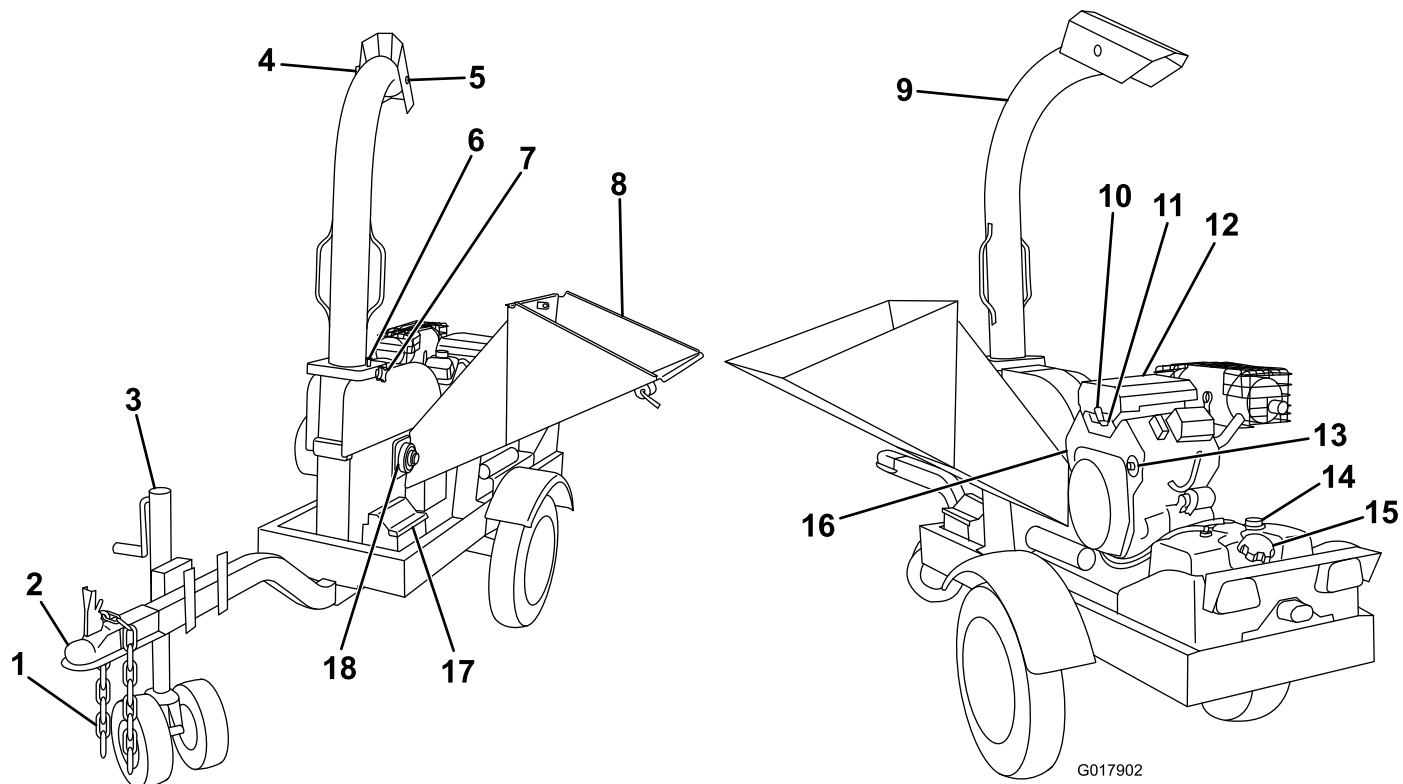

Figure 3
1. Relevez la trémie et verrouillez-la dans cette position. Tournez l'éjecteur vers l'arrière de la machine, verrouillez-le en position avec la goupille de verrouillage et serrez le bouton de verrouillage d'éjecteur (Figure 3).